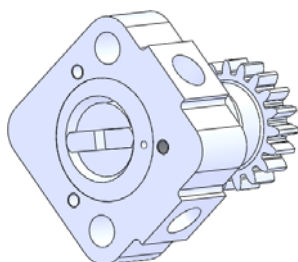

图 8-76 添加定位另一个叶片
- 36 利用同样的方法，添加定位另一个叶片零件，效果如图 8-76 所示。